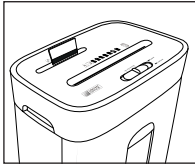

Abb. 8
Föhren Sie die Kreditkarte von oben mittig in die Schneidöffnung CD/Kreditkarte ② ein (siehe Abb. 8) und schieben Sie den Schalter *REV/OFF/AUTO/FWD* ⑧ in die Position *FWD* („forward“ [englisch] = vorwärts). Sie können jeweils nur eine Kreditkarte schneiden. Föhren Sie diese immer mit der breiten Seite voran in die Schneidöffnung CD/Kreditkarte ② ein. Ansonsten wird der Magnetstreifen nicht zerstört.